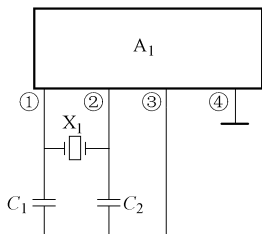

图 16-18 外接振荡元件引脚电路之五
5) 电路之五。如图 16-18 所示是外接振荡元件引脚电路之五。这是另一种形式的电路,该电路的特点是电容  $C_1$  和  $C_2$  连接起来后接在集成电路  $A_1$  的③脚,集成电路  $A_1$  的③脚在内电路中与接